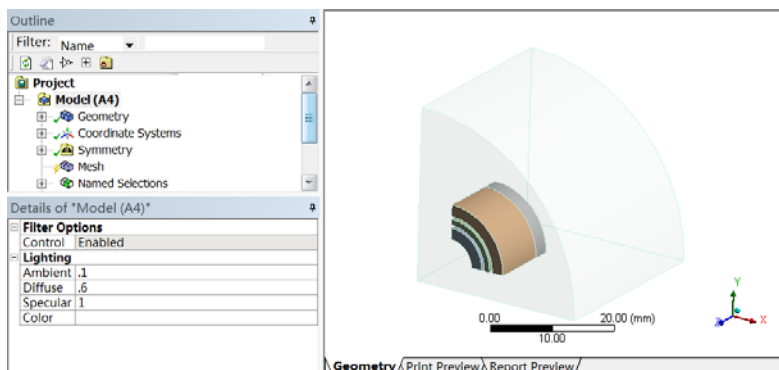
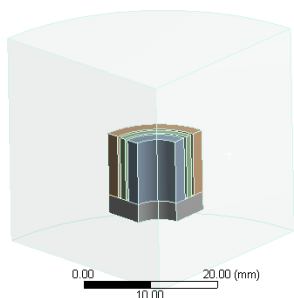

图 24-8 分析项目树结构图
图 24-9 带空气的模型
- 1) 双击主界面项目管理区项目 A 的 A3 栏中的“Model”项, 进入 Mechanical 界面, 得到分析项目树结构图如图 24-8 所示, 在该界面下即可进行网格的划分、分析设置、结果查看等操作。导入的模型如图 24-9 所示。